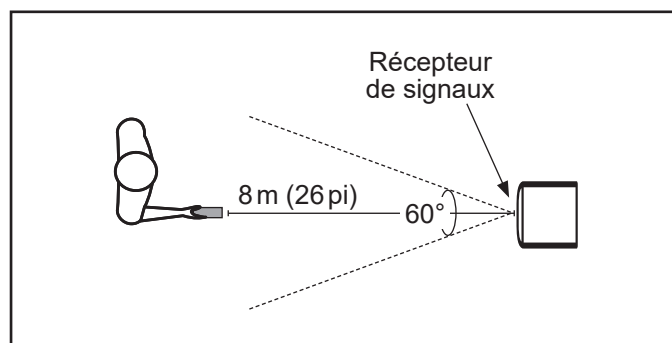

FIGURE 21
- Pour que le signal soit transmis avec succès, la distance entre la télécommande et le climatiseur doit être inférieure à 8 mètres (26 pieds) et comprise dans un angle de 60° (comme illustré à la figure 21).